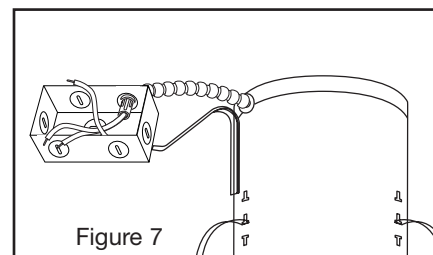

Figure 7
**Step 2.** Remove wiring box cover. Remove the appropriate knock-out to connect flexible metal conduit or non-metallic cable to wiring box with proper connectors (by others) (Fig. 7).
**Paso 2.** Quite la cubierta de la caja de conexiones (fig. 7). Quite el agujero ciego apropiado para conectar el conducto metálico flexible o el cable no metálico en la caja de conexiones con los conectadores adecuados (de otros fabricantes).